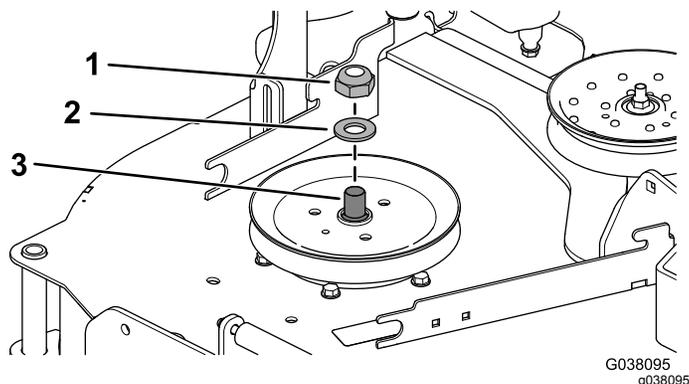

Figura 27
3. Utilice una llave de 1½" para sujetar el eje mientras retira la contratuerca (¾") y la arandela del eje de la cuchilla (Figura 27).